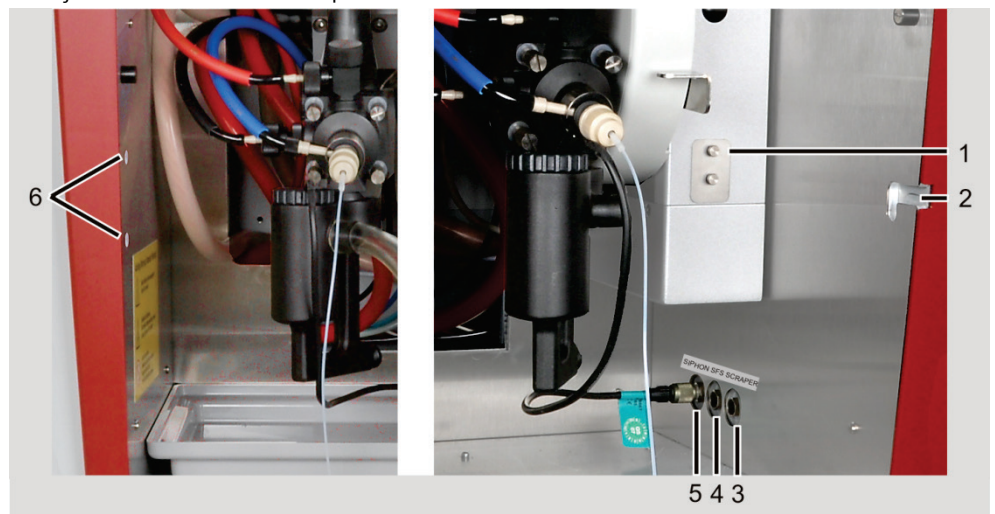

Bild 48 Anschlüsse an den Probenraumwänden
3. Stecker des Siphon-Sensors in den Anschluss in der rechten Probenraumwand stecken (5 in Bild 48 S.73).
5. Stecker des Siphon-Sensors in den Anschluss in der rechten Probenraumwand stecken (5 in Bild 48 S.73).
1. Probengeber in die entsprechenden Aufnahmen des Probenraumes (2, 6 in Bild 48 S.73) einhängen. Justierschraube an der rechten Einhängung so einstellen, dass der Probengeber nicht aus der Aufnahmebohrung rutschen kann (3 in Bild 52 S.79).